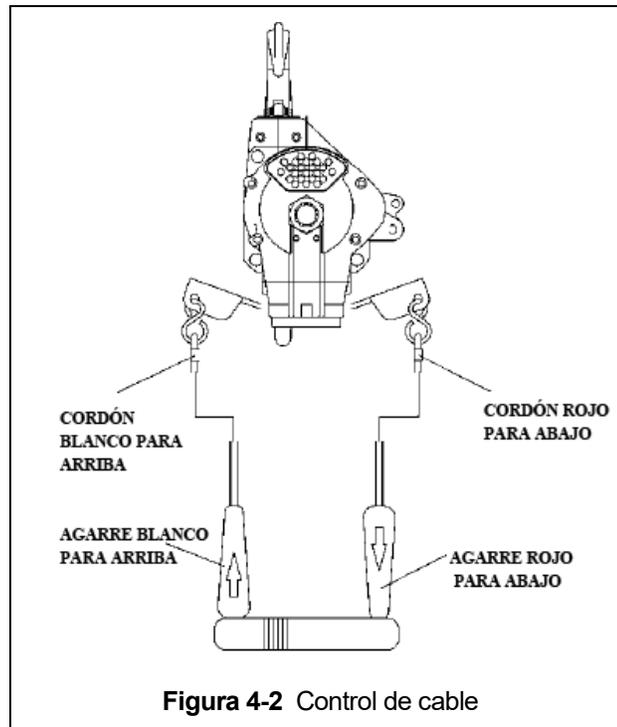

Figura 4-2 Control de cable
- 4.3.3 Control de cable - Cuando use un polipasto/tecle con control de cable, jale hacia abajo el cable de color apropiado para subir o bajar el polipasto/tecle. El blanco indica el control de ascenso y el rojo indica el control de descenso. Suelte los cables para detener el polipasto/tecle. Consulte la figura 4-2 a continuación.